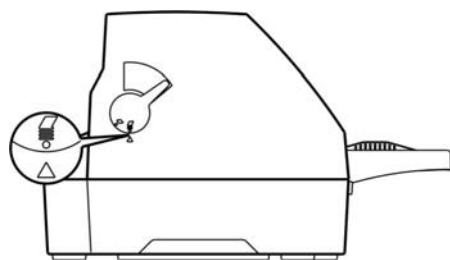

图 3-7 设定单页/连续纸进纸选择杆位置（连续纸）
2. 把单页/连续纸进纸选择杆拨至连续纸位置（如图 3-7 所示）。